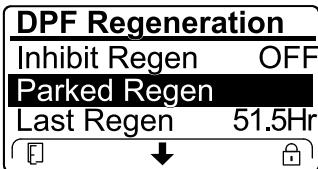

Figura 60
- Se o computador do motor pedir uma regeneração de recuperação ou se estiver a processar uma regeneração de recuperação e percorrer a opção REGENERAÇÃO EM ESTACIONAMENTO, a regeneração em estacionamento bloqueia e o ícone de bloqueio (Figura 60) surge no canto inferior direito do InfoCenter.